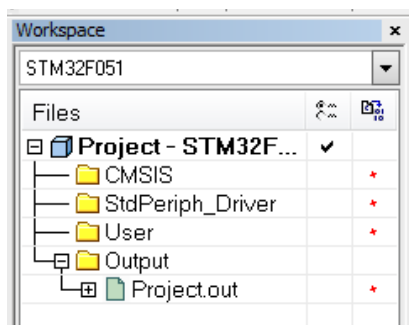

Рисунок 3.2 – Иерархия проекта
10. В иерархии проекта (НЕ из директории) удаляем из папок все файлы (кроме файлов в папке Output), так как они ссылаются не на те адреса. Получим следующее (рисунок 3.2):